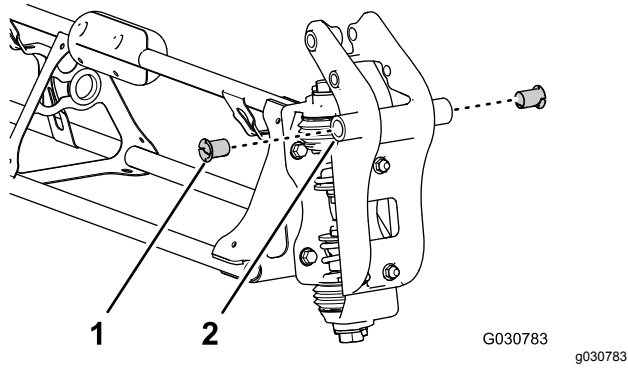

Bild 120
- Legen Sie eine Nylonbundbüchse in das 31,8 mm große Loch an jeder Seite des Drehzapfen-Anschlussstückes (Bild 120).